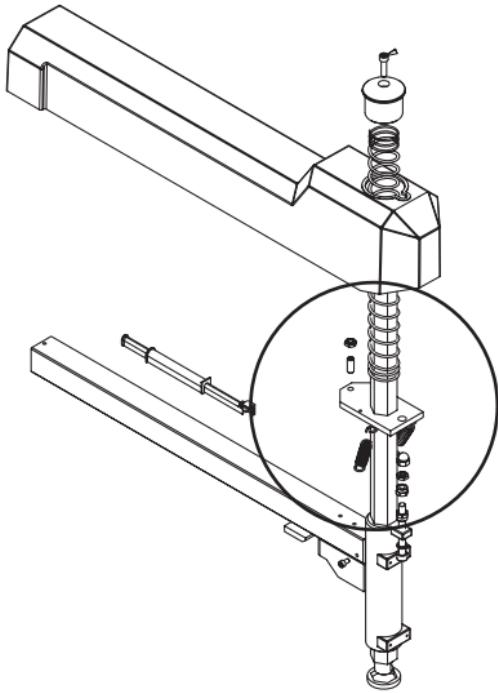

Рисунок 8 – Место регулировки зажима штанги монтажной головки
6. Если блокировка не фиксирует штангу, либо насадка не поднимается хотя бы на $1/8"$ над ободом колеса, что необходимо для работы, отрегулируйте гайки как показано на (рис. 8).